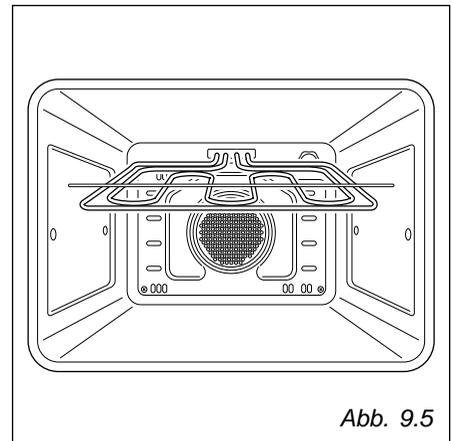

Abb. 9.5
Der Grillwiderstand ist mit einem Scharnier an der hinteren Innenwand des Ofens montiert; dadurch kann er heruntergeklappt werden, um die Ofendecke zu reinigen (Abb. 9.5).
- Durch das Herausnehmen der verschiebbaren Schlitten, wird die Reinigung der Ofendecke erleichtert (nach dem Herunterklappen des Grillwiderstands – Abb. 9.5).